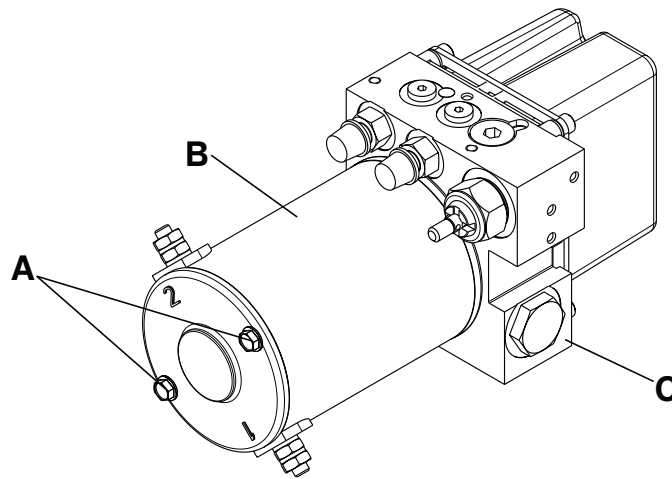

Figure 41 – Pièces de rechange du moteur
4. À l'aide d'une douille de 9/32 po et d'une clé à cliquet de 1/4 po, retirer les deux boulons (A) qui fixent le moteur (B) à l'ensemble du collecteur hydraulique (C) (Figure 41). Conserver les boulons.